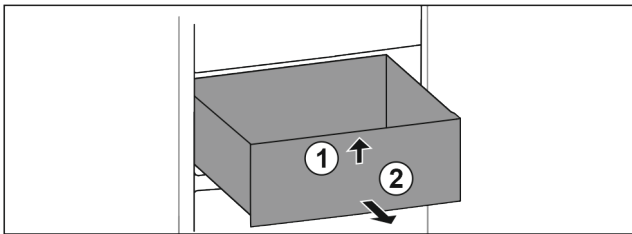

Fig. 27
- ▶ Підняти висувний ящик спереду. Fig. 27 (1)
- ▶ Вийняти висувний ящик рухом вперед. Fig. 27 (2)